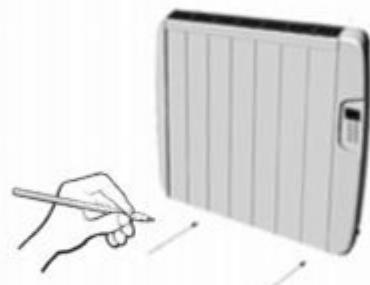

Fig. 10
6. Lorsque le radiateur est accroché en place, faites deux marques sur le mur à l'endroit où les deux supports (A) seront fixes pour s'assurer que l'appareil est fixé au mur (Figure 10).